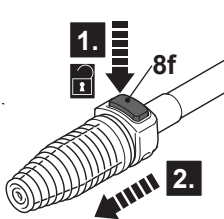

Fig. 7
- > Apăsăți butonul de eliberare (8f) (Fig. 7, pasul 1) și scoateți duza (pasul 2).